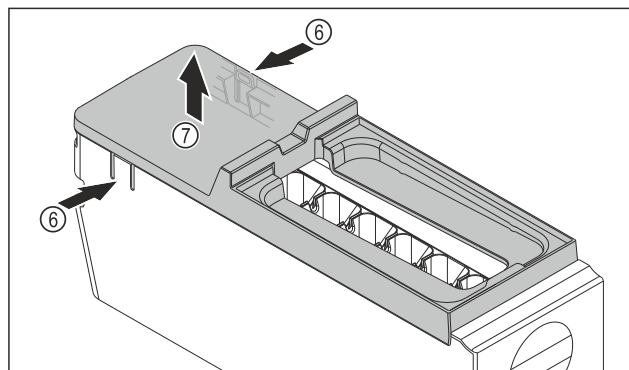

Fig. 132
- ▶ Rimuovere la copertura del corpo dell'EasyTwist-Ice: Con una mano, premere le linguette Fig. 132 (6) su entrambi i lati del corpo dell'EasyTwist-Ice.
- ▶ Con l'altra mano, estrarre verso l'alto la copertura Fig. 132 (7).